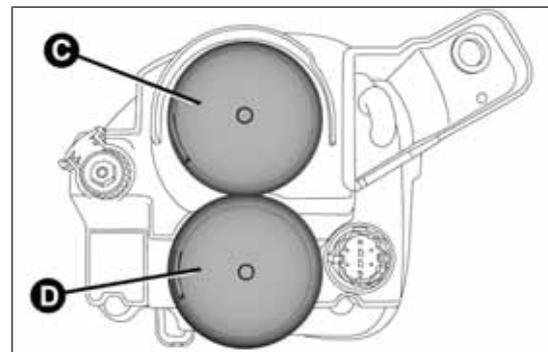

fig. 174
La ubicación de las lámparas es la siguiente fig. 174:
- quitar la tapa C fig. 174;
- por último, volver a montar la tapa C fig. 174.
- quitar la tapa D fig. 174;
- por último, volver a montar la tapa D fig. 174.